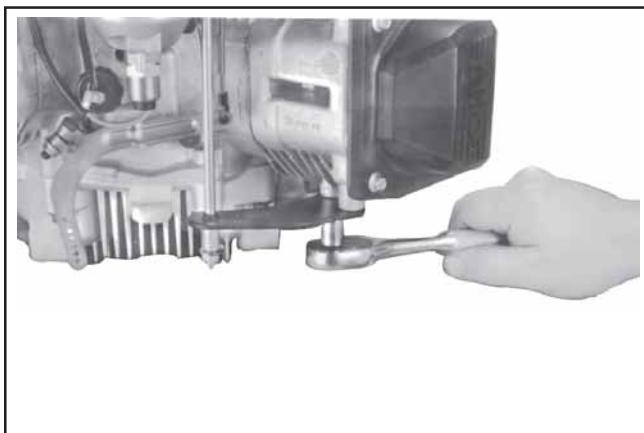

Figura 11-70. Installazione della staffa di supporto inferiore del comando.
6. Installare l'eventuale staffa di supporto inferiore del comando sul pannello di comando. Vedere Figura 11-70.